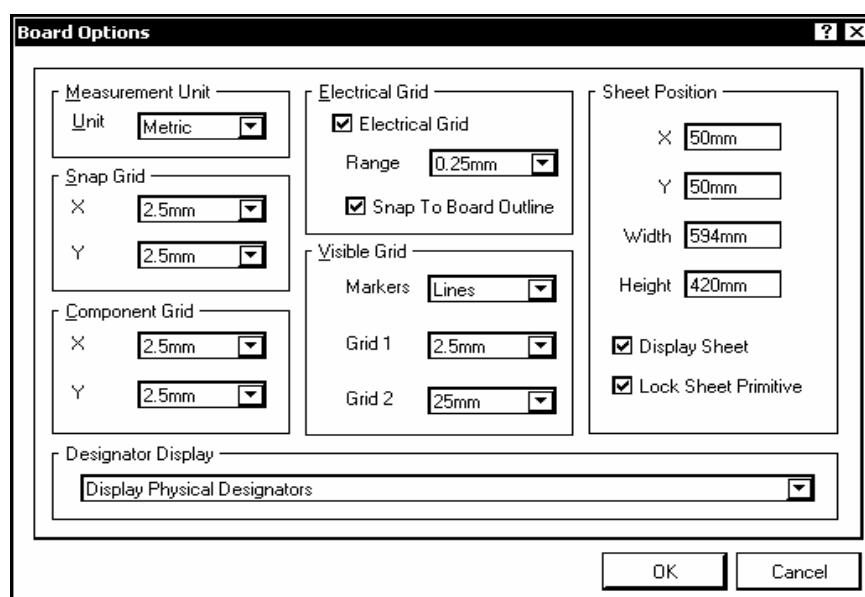

Рис. 3.11
1. Перед началом формирования ТПМ следует задать систему единиц измерения и выполнить настройку сеток проектирования. Для этого активировать команду главного меню Tools>>Library Options. Откроется диалоговое окно Board Options (рис. 3.11).